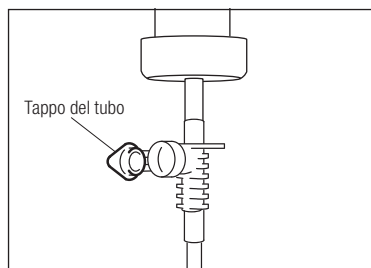

Fig.10
- 3) Aprire il tappo del tubo per fare entrare aria nella bottiglia. (Fig.10)